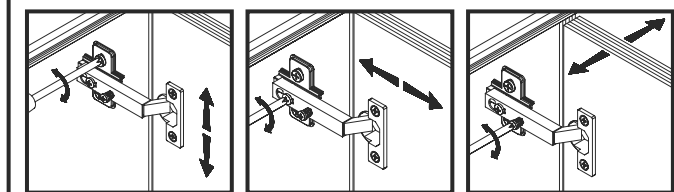

Рис. 3
5.25 Навесить двери на корпус тумбы, совместив петли шарнирные **a2** с направляющими петель **b1** (см.рис.3). При необходимости отрегулировать положение дверей вращая регулировочные винты, как показано на **рисунке 3**.
5.16 В отверстия диаметром **8 мм** на передних кромках стенок боковых **11** и **12** корпусов выдвижных ящиков вбить деревянные шканты **f1** (**см.рис.3**).
5.17 В отверстия диаметром **15 мм** на внутренних поверхностях стенок боковых **11** и **12** корпусов выдвижных ящиков вставить стяжки эксцентровые **r1** (**см.рис.3**).
5.18 В отверстия диаметром **5 мм** на внутренних поверхностях панелей передних **10** ящиков выдвижных с помощью крестообразной отвертки вкрутить винты стяжки **r16** (**см.рис.3**).
5.20 Соединить панели передние **10** с корпусами ящиков выдвижных и затянуть стяжки эксцентровые **r1**, пользуясь специальным ключом **z1**. Закрепить стяжки эксцентровые заглушками **s2** (**см.рис.3**).
5.24 Положить двери **8** и **9** фасадной поверхностью вниз на ровную поверхность. Закрепить на дверях петли шарнирные **a2**, пользуясь крестообразной отверткой (**см.рис.3**).